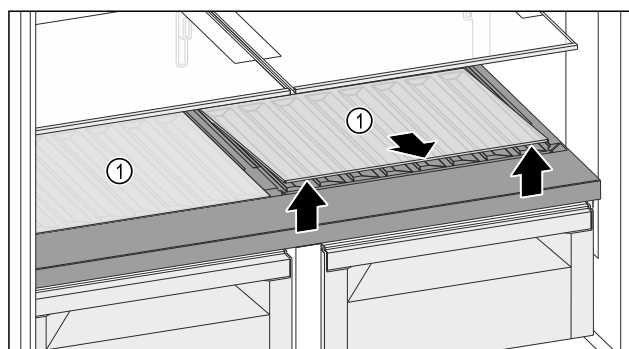

Fig. 125
- Eine Glasplatte oder beide Glasplatten Fig. 125 (1) an der Aussparung vorne anheben und herausnehmen.
- Glasplatte(n) Fig. 125 (1) außerhalb des Geräts sicher aufbewahren.